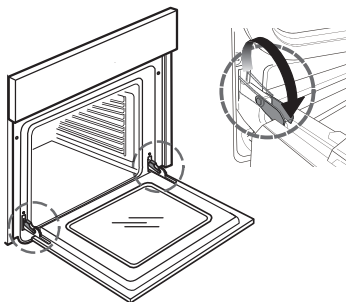

fig. 1
2. Løft låsene på hængslerne, og skub dem fremad så langt som muligt (fig. 1).